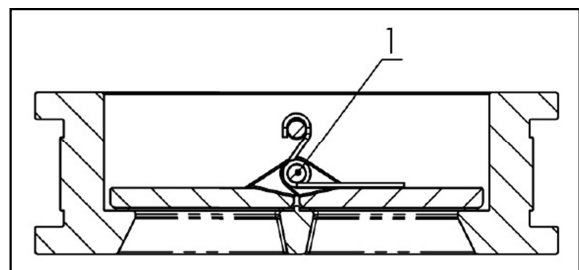

Рисунок 3
- Удалить пробку, которая закрывает корпус шпинделя (Рис. 3).